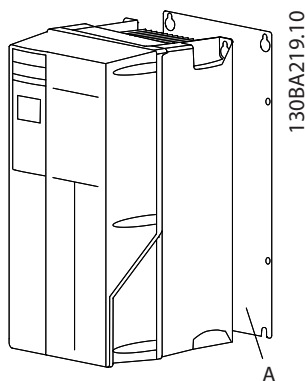
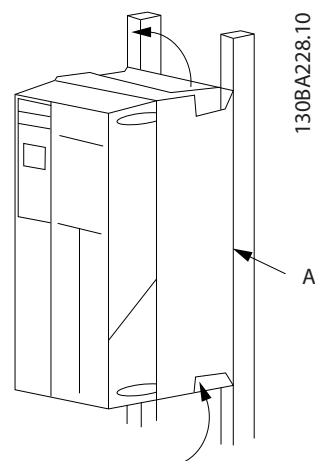

Bild 2.2 Korrekt montering med bakre plåt
Bild 2.3 Korrekt montering med skenor
- Montera enheten på ett solid, jämn yta eller på en bakre plåt (tillval) så att den kan kylas ordentligt (se Bild 2.2 och Bild 2.3).